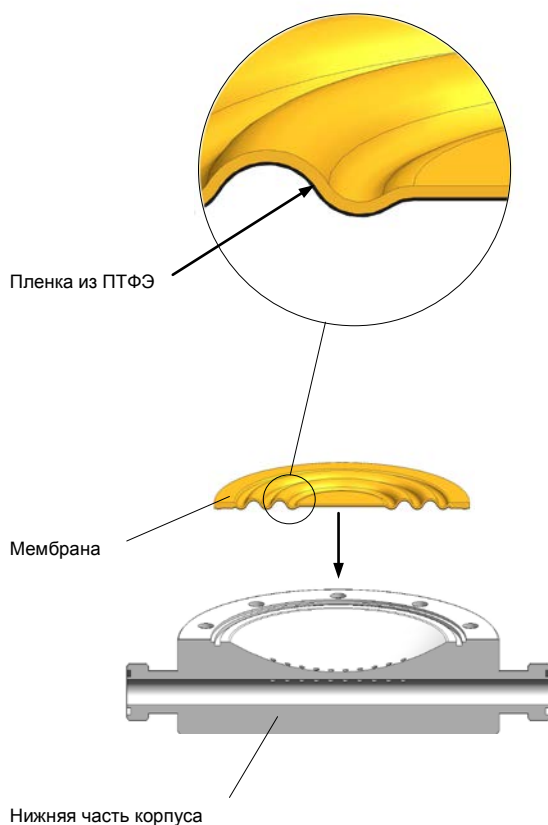

Рис. 29 Замена мембраны (исполнение из пластмассы)
- Вставить новую мембрану пленкой из ПТФЭ вниз (у демпфера пульсации из пластмассы с мембраной, припрессованной пленкой из ПТФЭ) (см. рис. 29).